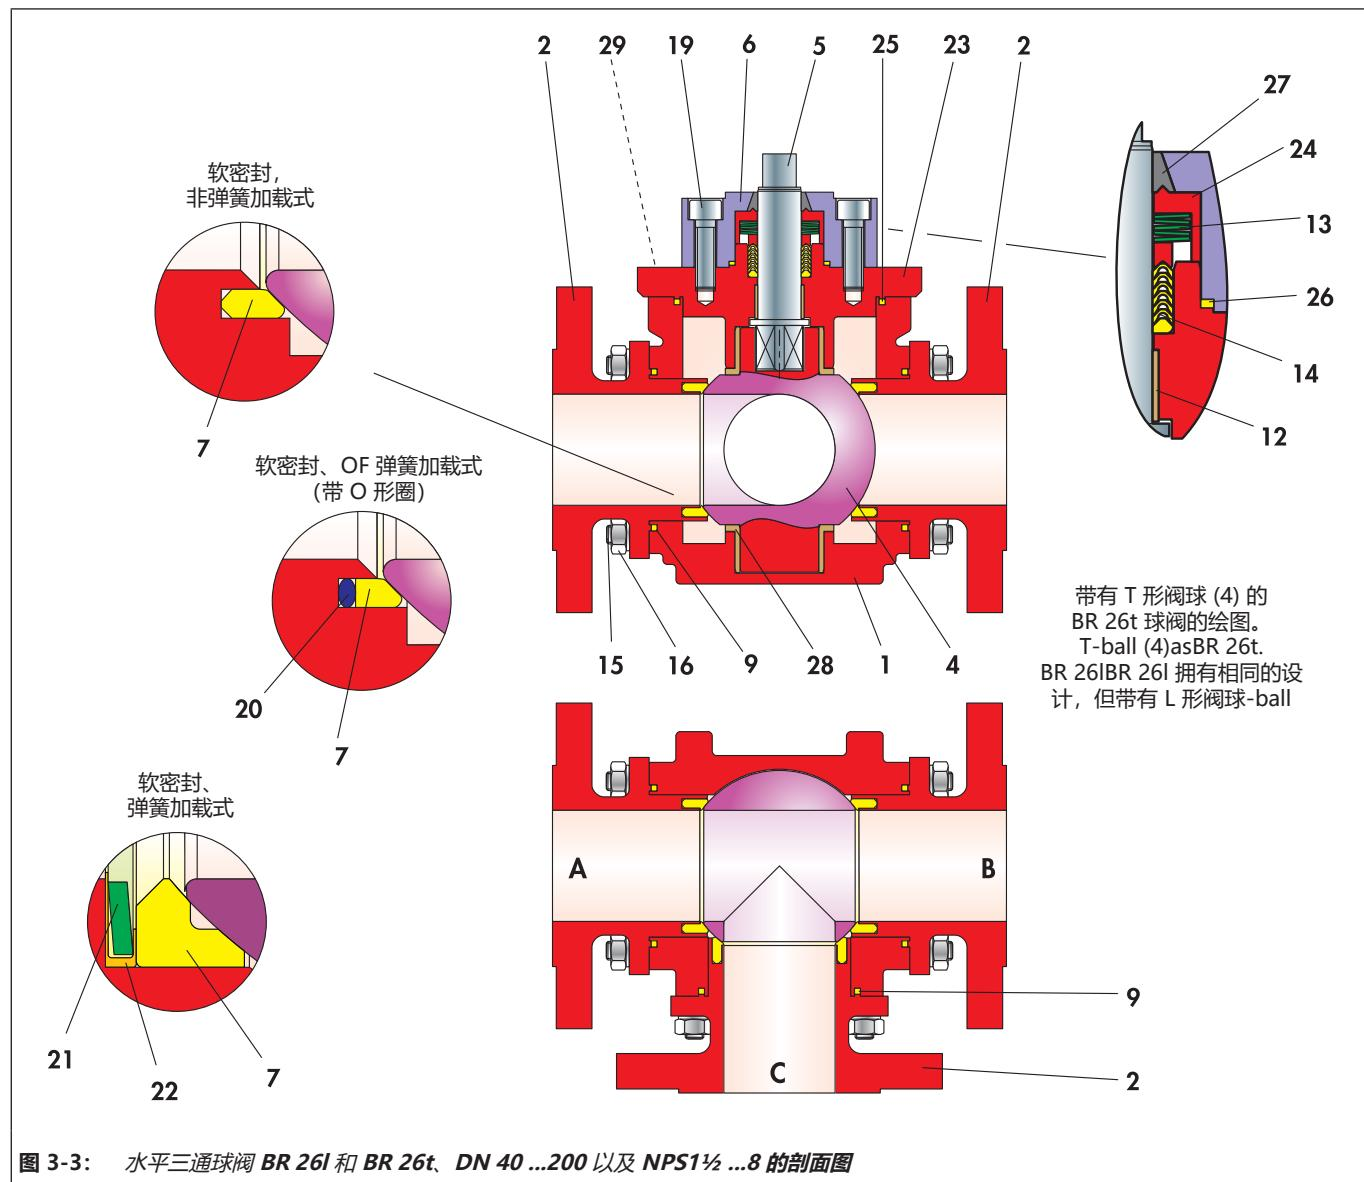

图 3-3：水平三通球阀 BR 26I 和 BR 26t、DN 40 ...200 以及 NPS1½ ...8 的剖面图
- 根据具体型号，可使用带有螺母 (16) 或螺钉 (15) 的双头螺栓 (15)。
- ⇒ 将下部轴承套 (28) 插入主阀体 (1)。有关轴承套的对齐，请参见图 3-3。
- ⇒ 轻轻润滑阀球的 (4) 的枢轴。
- ⇒ 小心地将阀球 (4) 插入主阀体。将阀球的下枢轴插入主阀体中的轴承套 (28)。
- ⇒ 轻微旋转轴承套 (12)，并将其推到控制轴 (5) 上。
- ⇒ 从内部将控制轴 (5) 穿过控制轴管并插入阀盖法兰 (23)。
- ⇒ 请勿损坏控制轴 (5) 的密封表面。
- ⇒ 在将轴承套 (12) 和控制轴 (5) 定位在阀盖法兰 (23) 中时确保其未倾斜。
- ⇒ 将 V 形环填料 (14) 轻微旋转滑过所安装的控制轴 (5)，并将其插入阀盖法兰 (23) 的填料位置。有关 V 形环的排布，请参见图 3-3。
- ⇒ 将盘簧组 (13) 穿过阀球轴 (5) 向上直抵 V 形环填料 (14)。有关盘簧排布, 请参见图 3-3。
- ⇒ 将衬套 (24) 穿过控制轴 (5) 向上直抵盘簧 (13)。
- ⇒ 将阀环 (27) 压入填料箱法兰 (6)。
- ⇒ 将 O 形圈 (26) 插入填料箱法兰 (6)。
- ⇒ 将填料箱法兰 (6) 穿过控制轴放到阀盖法兰 (23) 上。
- ⇒ 轻轻润滑螺钉 (19)。
- ⇒ 用螺钉 (19) 调整填料箱法兰。